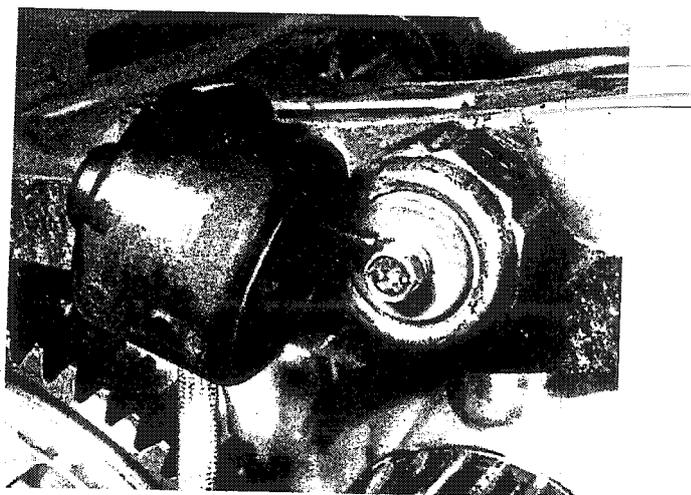

Bild 57
- Die Gummikappen vom Öldruckschalter und vom Schalter der Leerlaufanzeige abziehen. Die Kabel der beiden Schalter lösen und vom Motor abnehmen. Es empfiehlt sich, den Öldruckschalter bereits jetzt auszuschrauben, da er vorsteht und leicht beschädigt werden kann (Bild 57).